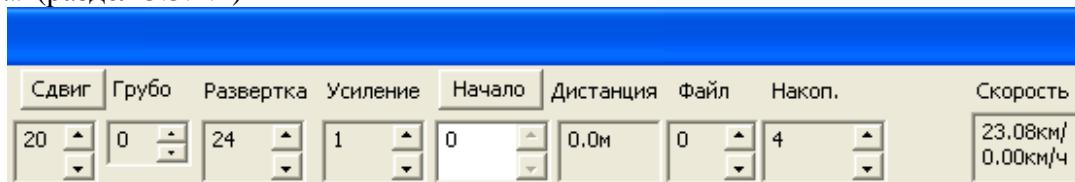

Рис. 3.8 - Параметры сканирования в окне сканирования
- «**Развертка**» - параметр, который определяет временной диапазон регистрации данных в приемнике георадара и влияет на максимальную глубину сканирования. Изменяется ступенчато, и значения могут изменяться в зависимости от используемого антенного блока. Параметр «*Развертка*» в окне сканирования (Рис. 3.8) и параметр «*Развертка по глубине*» в окне «Параметры сканирования» идентичны. Выбор развертки осуществляется в соответствие с таблицей 3.1.